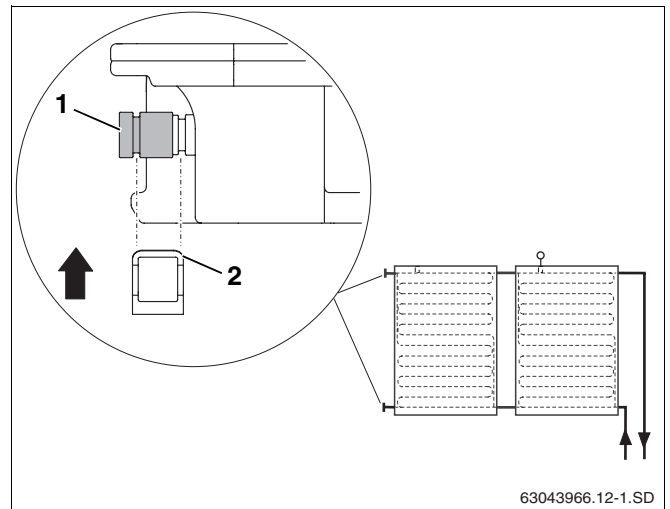

Fig. 39 Asegurar la caperuza de cierre con una abrazadera
- ▶ Deslice la caperuza de cierre con las juntas tóricas (fig. 39, **pos. 1**) sobre la conexión del colector.
- ▶ Deslice la abrazadera (fig. 39, **pos. 2**) sobre la caperuza de cierre y la conexión del colector para asegurar dicha conexión.